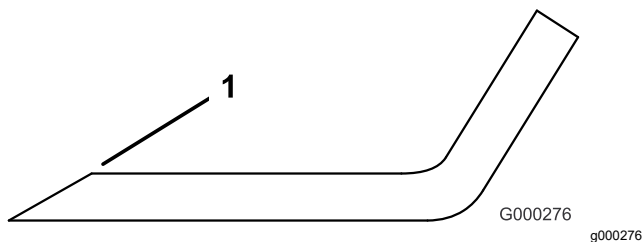

Figure 99
- Examinez les tranchants de toutes les lames et aiguisiez-les s'ils sont émoussés ou ébréchés (Figure 99).
Remarque: N'aiguissez que le haut du tranchant et conservez l'angle de coupe d'origine pour obtenir une coupe nette (Figure 99). Limez la même quantité de métal sur les deux tranchants pour ne pas déséquilibrer la lame.